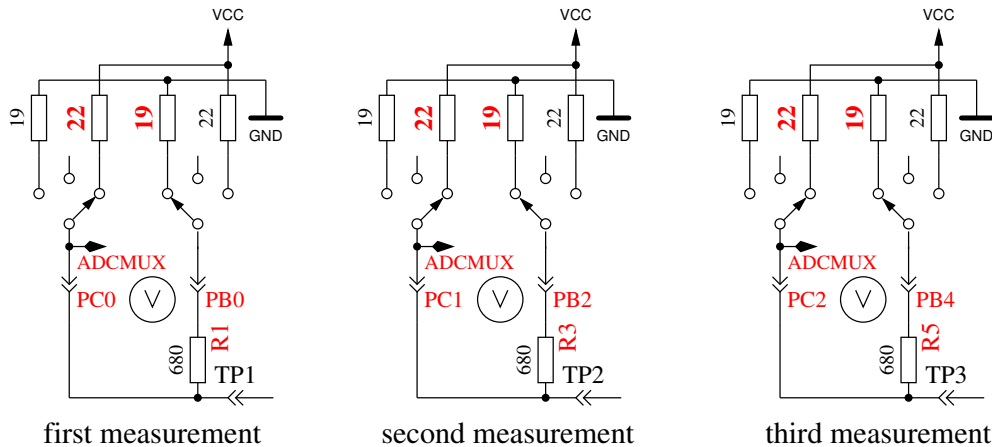

Abbildung 5.44: Messung des Innenwiderstandes des auf VCC geschalteten Port C Ausgängen.
8. **Messung des Innenwiderstandes von auf VCC geschalteten Port Ausgängen.** Der benötigte Strom wird von auf GND geschalteten  $680\Omega$  Widerständen geliefert. Es ist die gleiche Messung wie die in Test 7 zur anderen Seite, wie in Abbildung 5.44 gezeigt wird. Der Innenwiderstand wird wie folgt berechnet: Um den Strom zu berechnen:  $(5001 - (\text{Ergebnis von Test 7}) - (\text{Ergebnis von Test 8})) / 680$ . Die Widerstandswerte ergeben sich, wenn die gemessene Spannung durch diesen Strom dividiert wird. Der gefundene Mittelwert der Innenwiderstände der Ausgabe-Ports wird im EEprom festgehalten. Das Ergebnis für diesen Test wird dann in Zeile 1 mit dem Text „RI\_Hi=“ in  $\Omega$  angezeigt, der Innenwiderstand zur GND Seite wird in Zeile 2 mit dem Text „RI\_Lo=“ angezeigt. Diese Werte stehen dann für weitere Messungen zur Verfügung.